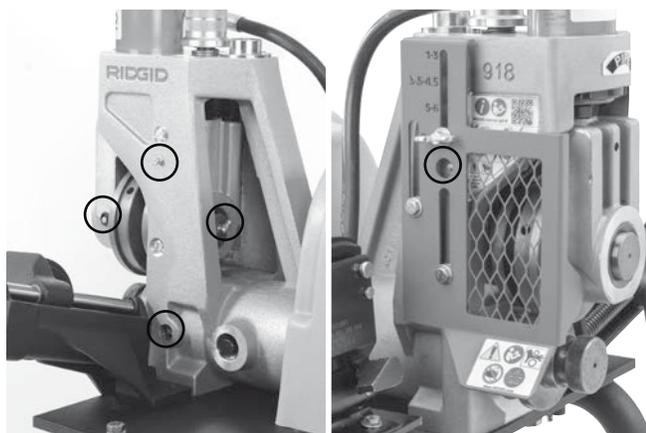

Рис. 19 - Смазочные фитинги
- Смажьте желобонакатчик на смазочных фитингах (см. рис. 19). Добавляйте смазку, пока не выйдет небольшое количество масла.